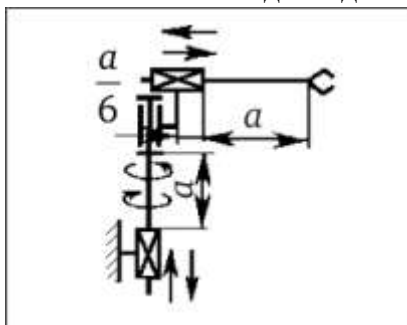

Рисунок 1. Исходные данные к практическому заданию 1.1
1.1. Произвести аналитический расчёт и графическое отображение рабочей зоны робота-манипулятора, основанного на цилиндрической системе координат. Выразить результат вычислений через переменную расстояния «а». Исходные данные рис.1.